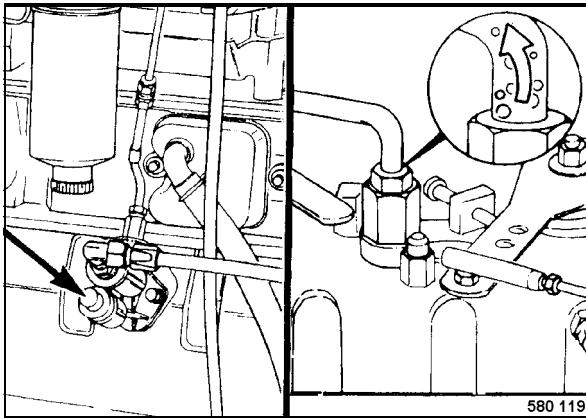

Fig. 142
- Loosen the bleeding screw (Fig. 142).